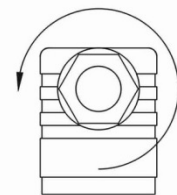

Fig. 9
- ↪ Desserrer le passe-câble à vis ⑤ M16x1,5 (→ Fig. 9)..